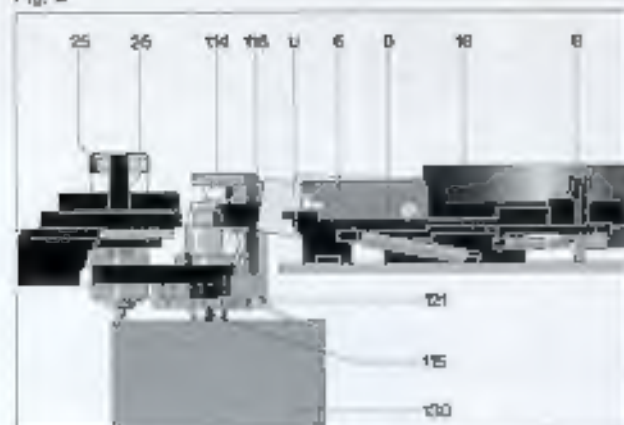

Fig. 3
4. Gewindestift **117** lösen und Antriebsrolle **116** abziehen. Austausch-Antriebsrolle auf Motorachse stecken. Konushülse herausnehmen. Auf die innenliegende Distanzhülse achten. Antriebsrolle in der richtigen Höhe – siehe Fig. 3 – über die Einbauplate bringen und die Gewindestifte **117** gleichmäßig festziehen. Konushülse in die Antriebsrolle **116** stecken.